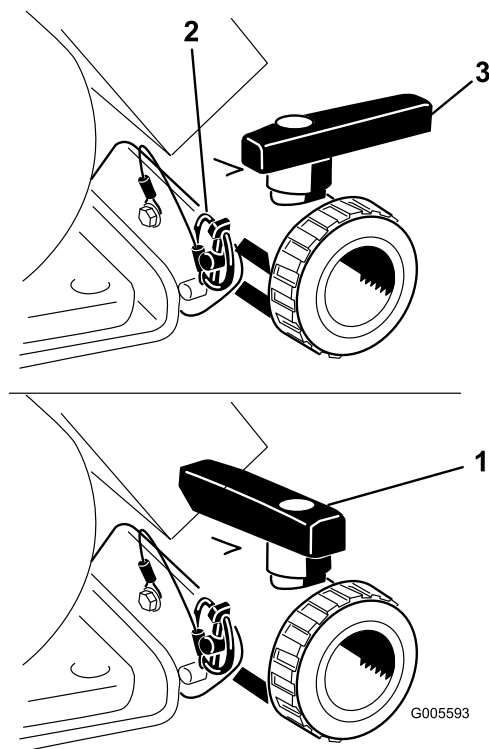

図 21
タンク・ドレン・ハンドルを操作して残っている薬液を全部排出し、地域の法律や規則、メーカーの指示に従って適切に処分する（図 21）。排出が済んだら、ブラケットについているリンチ・ピンを外してドレ
3. 排出が完全に終了したら、ドレン・バルブをフレームに取り付けてリンチ・ピンで元通りに固定し、バルブを閉じる（図 21）。